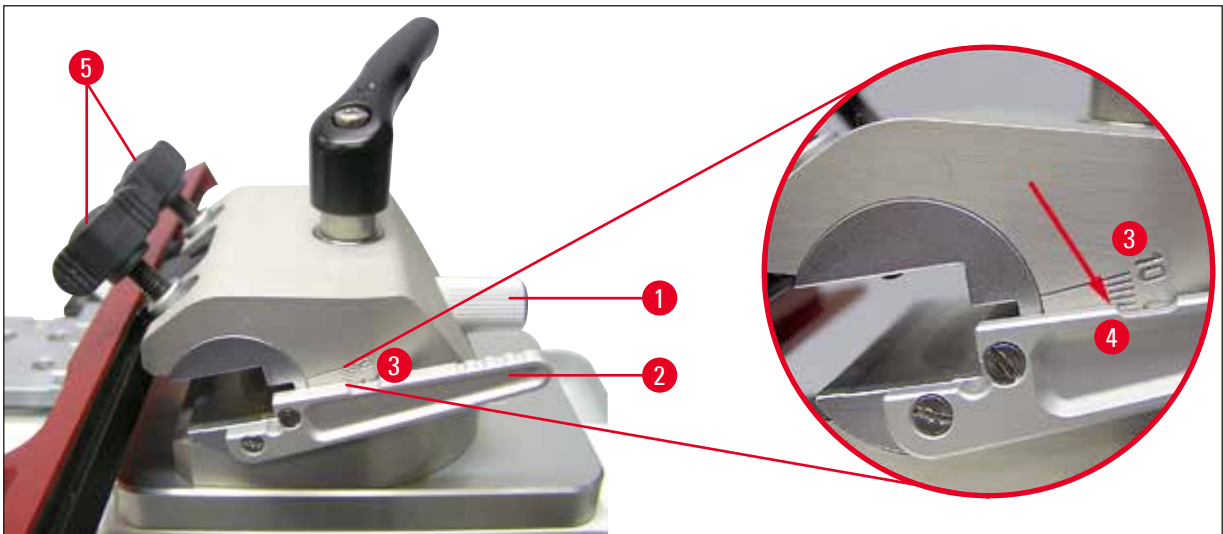

图 13
设定角度 (→ 图 13)。
- 使用调节杆 (→ 图 13-2) 根据角度标尺 (→ 图 13-3) 设置所需的角。调节杆 (→ 图 13-2) 的上边缘 (→ 图 13-4), (→ 图 13) 中的红色箭头) 必须与所选角度值的刻度对齐。